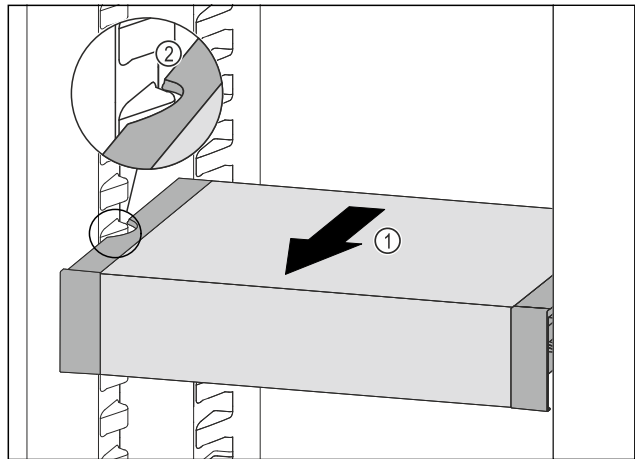

Fig. 151
- ▶ Húzza előrefelé a VarioSafe fiókot annyira Fig. 151 (1), hogy a VarioSafe oldalsó kivágásai a hűtőrészben a tartóborða magasságában tegyenek. Fig. 151 (2)